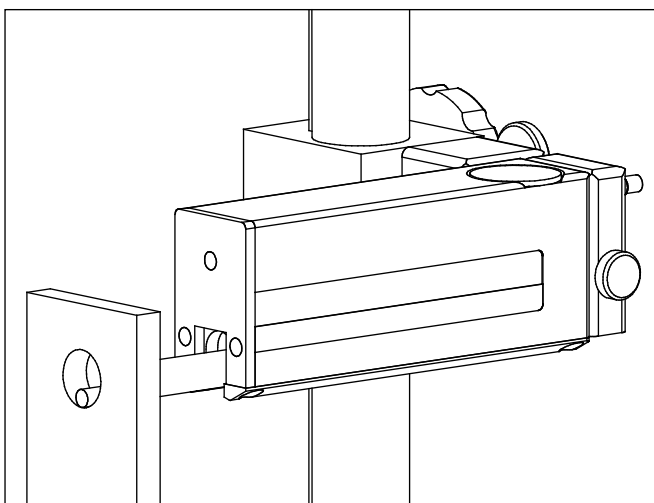

Fig. 8
Pour les diamètres très petits, il faut évtl. détacher le protecteur du palpeur (1) et mettre le relevage du palpeur hors service (v. fig. 8).